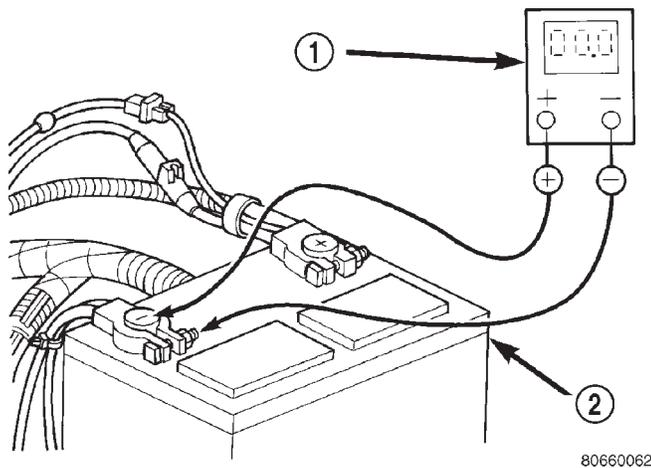

Abb. 15 Widerstand am Batterie-Minusanschluß (-) überprüfen—Typisch
(1) Plus-Prüfspitze (+) des Voltmeters am Batterie-Minuspol (-) anschließen. Minus-Prüfspitze (-) des Voltmeters an der Polklemme des Batterie-Minuskabels (-) anschließen (Abb. 15). Zündschalter in Stellung "START" bringen und in dieser Stellung halten. Voltmeteranzeige beobachten. Wird Spannung angezeigt, die Ursache für den schlechten Kontakt zwischen der Polklemme des Batterie-Minuskabels (-) und dem Batterie-Minuspol (-) beheben.